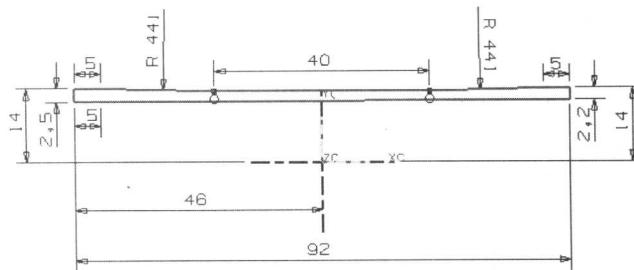

图1-3
2. 在【成形特征】工具条中单击【草图】 按钮，弹出【基准平面】悬浮工具条。以默认平面作为草绘平面，然后单击【确定】 按钮进入二维草图界面，绘制图 1-3 所示的草图轮廓。